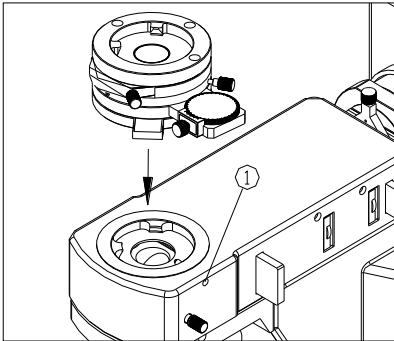

图 10
- (1) 将中间镜筒锁紧螺钉①完全松开。(如图 10)
- (2) 把中间镜筒底部的燕尾接口从反射照明器上的圆孔中心偏右的位置, 略微左倾, 沿孔口插入圆孔, 并旋紧锁紧螺钉。